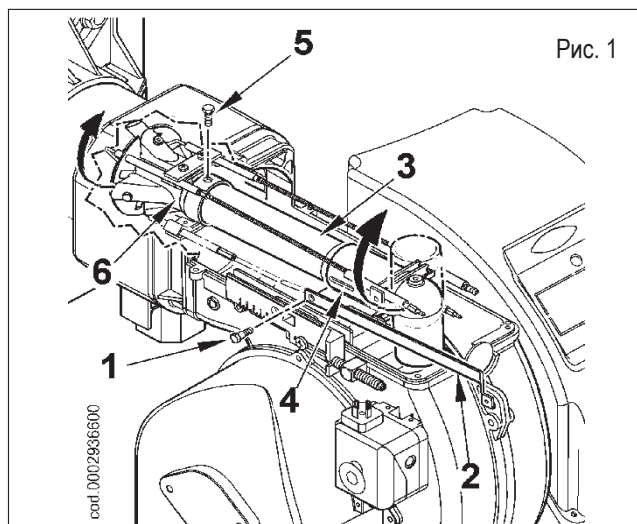

Рис. 1
продвижения (2) узла с газоподводящей трубой (3). Снимите винт (5), соединяющий газовый смеситель (6) с трубой (рис. 1).